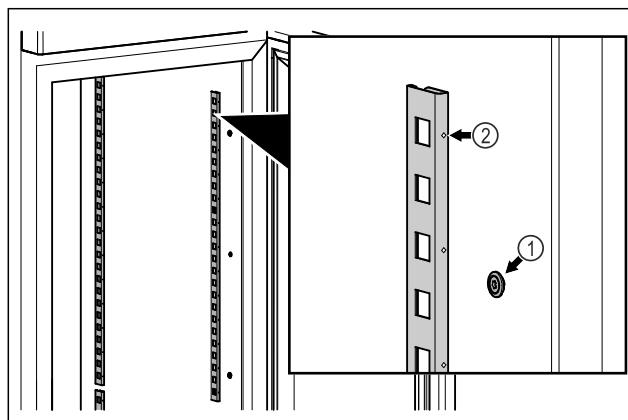

Fig. 56 Ilustratīvs attēlojums
- Iekabiniet aizturu līstes viru mehānismā Fig. 56 (1). Atzīmei Fig. 56 (2) jābūt vērstai virzienā uz priekšu.